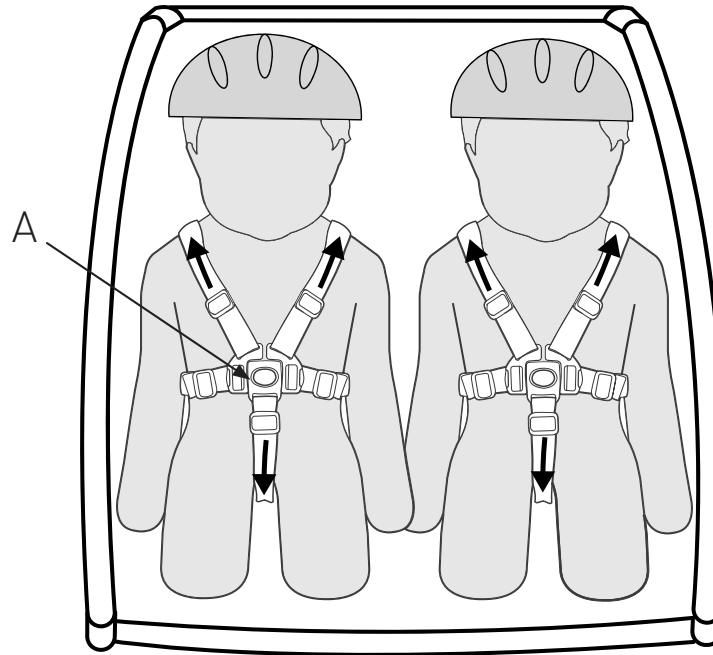

Figura 21
1. Antes de subir o bajar a los niños, coloque el freno de aparcamiento. Después de subirlos, coloque y ajuste los arneses. Fije las cintas para los hombros y para la cintura a la hebilla del arnés de 5 puntos y ajuste las cintas de modo que queden fijadas de forma segura (Figura 21). Apriete y ajuste los cinturones hasta adaptarlos de forma segura.